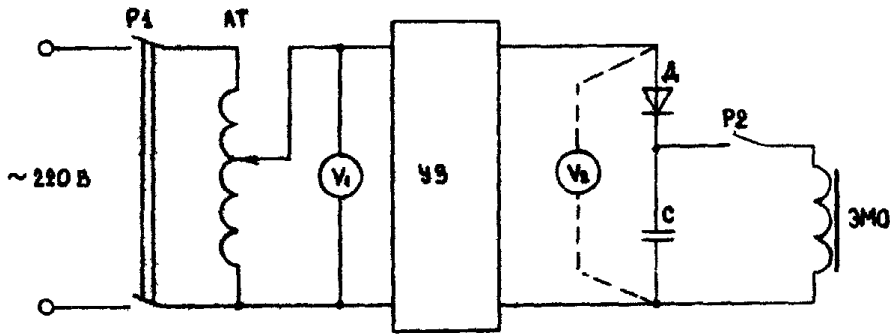

Рис.6. Схема вимірювання мінімальної напруги заряду конденсатора, необхідного для чіткої роботи електромагніту
3.7.3.8. Визначити мінімальну напругу заряду блоку конденсаторів для чіткого спрацьовування електромагніту. Перевірку здійснити при спільній роботі блоків конденсаторів та зарядних пристроїв з дією на електромагніт включення (відключення) за схемою рис.6 у наступному порядку: